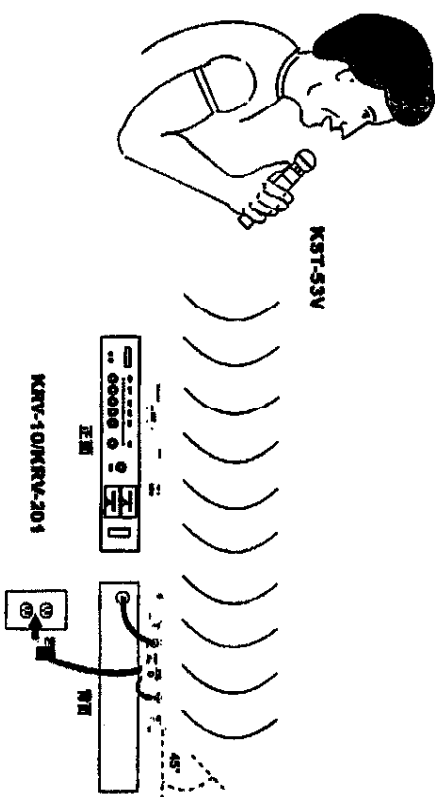

图7
1. 参看图7,把随机提供的交流流转换器一端插入接收机背后的直流输入连接器,把转换器的电缆线夹入固定扣“通用机型KRV-10”,把其另一端插入墙壁插座或其他交流电源(HD41N110使用220伏/50赫电源,HD41N110E使用120伏/60赫电源),推动接收机正面电源开关,电源灯发红光。